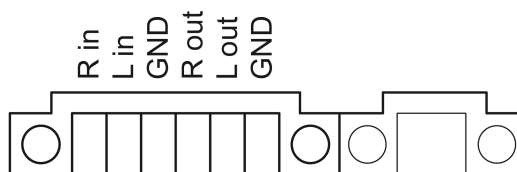

Bild 6: Anschlussbelegung Audioverbindungen
- Audio-Geräte an Klemme (13) anschließen (Bild 6).